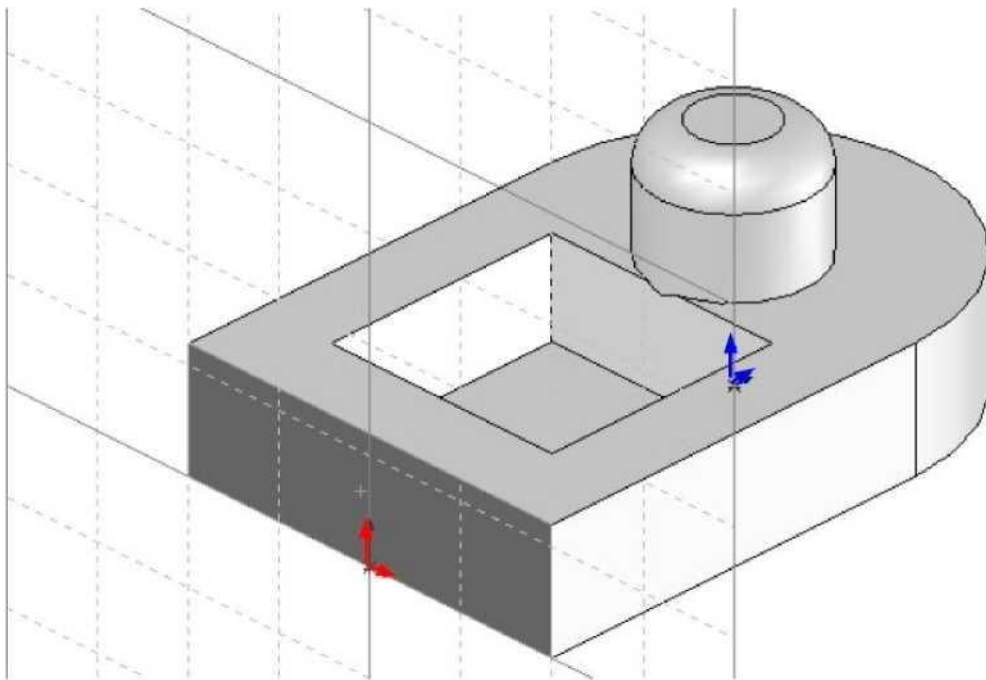

Рис. 29. Вибір площини проектування
8.1 Вибрати плоску грань основи (для зручності деталь рекомендується обертати), перпендикулярну напрямку вирізу (рис. 29). Натисканням лівої кнопки миші активізувати її, викликати функцію “Создать эскиз”.